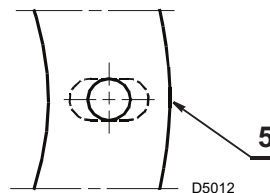

Fig. 9
- allargare, se necessario, i fori dello schermo isolante (Fig. 9), avendo cura di non danneggiarlo.